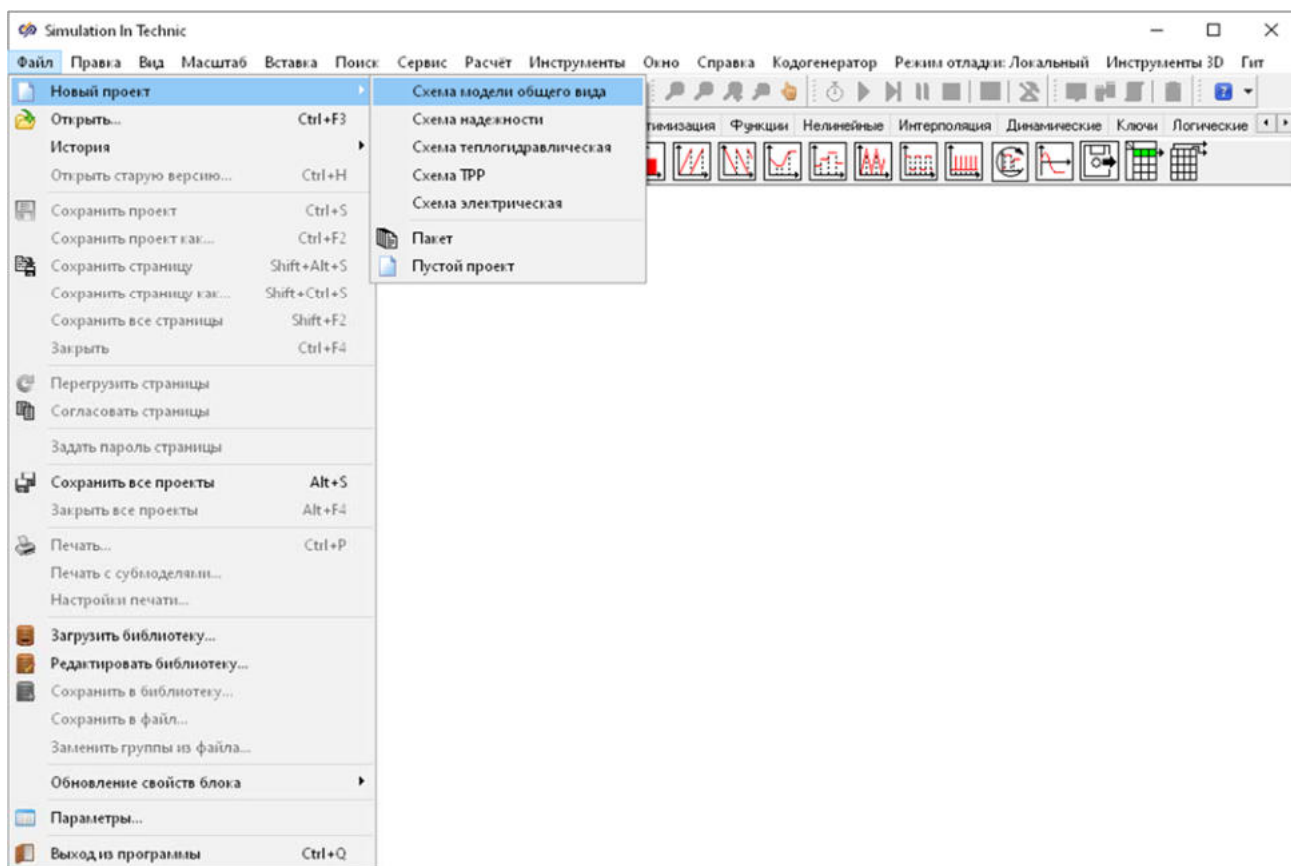

Рис. 1. Главное окно SimInTech с выделенным меню создания нового проекта.
2. В выпадающем меню выбрать пункт **Схема модели общего вида** (Рисунок 1).